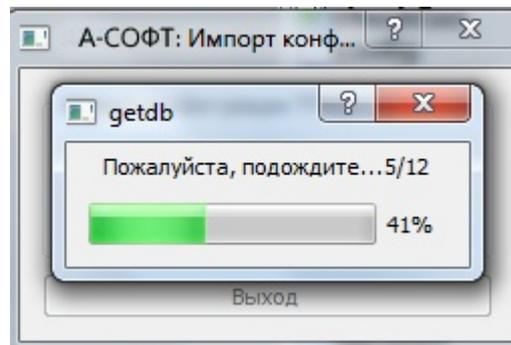

Рисунок 24
- дождаться завершения формирования файлов (рисунок 24);